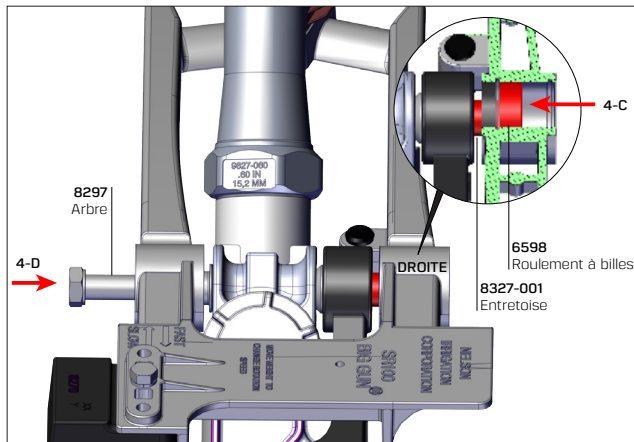

Fig. 20.
- C. En exerçant une pression avec le doigt, poussez le roulement à billes n° **6598** et l'entretoise n° **8327-001** du moyeu de roulement DROIT vers la gauche pour les mettre en place (voir Fig. 20).